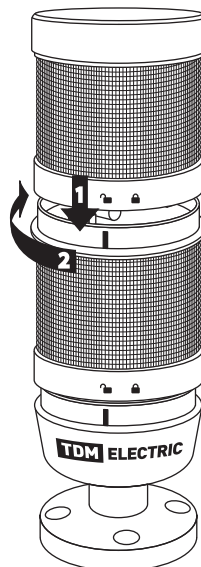

Рисунок 3. Сборка светосигнальных колонн
5.2. Процедура сборки светосигнальных колонн является быстрой, простой и не требует специального инструмента. Специальные метки на корпусе модулей показывают правильную и ровную сборку (рис. 3).